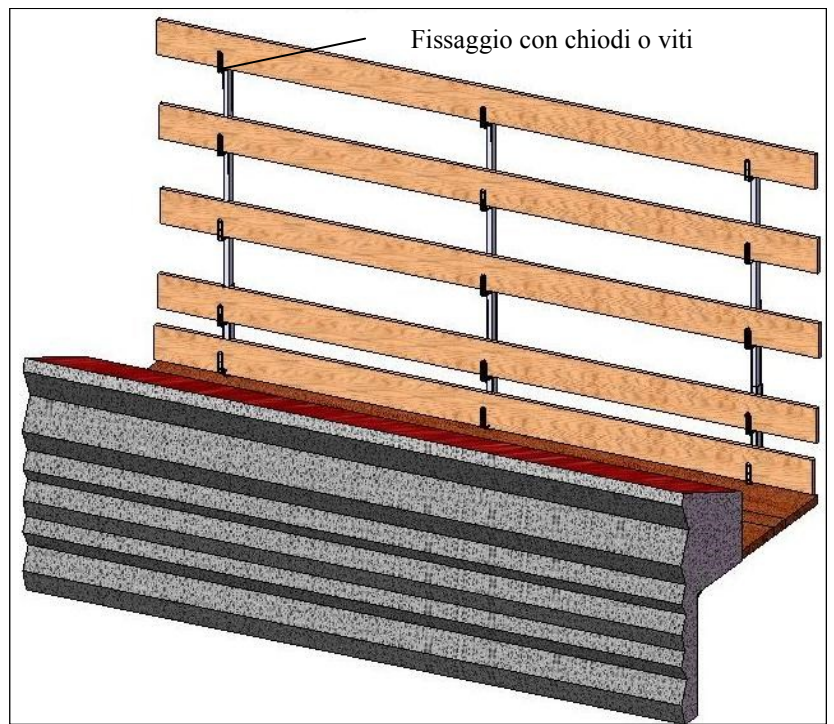

fig. 8
- Completare il montaggio del sistema di protezione provvisorio, inserendo negli appositi sostegni, le tavole in legno di abete o di altra essenza (classe minima di resistenza C16 – UNI EN 338), o con altri profili metallici in grado di resistere ai carichi richiesti dalla normativa UNI EN 13374 : 2013 (fig. 8 a pag. 9);
- Le tavole (fig. 8) o i profili utilizzati devono essere integri sotto l'aspetto della resistenza e la loro lunghezza minima deve essere superiore di almeno 400 mm a tre campate. (esempio: 1200 mm + 1200 mm + 1200 mm + 200 mm + 200 mm = 4000 mm)